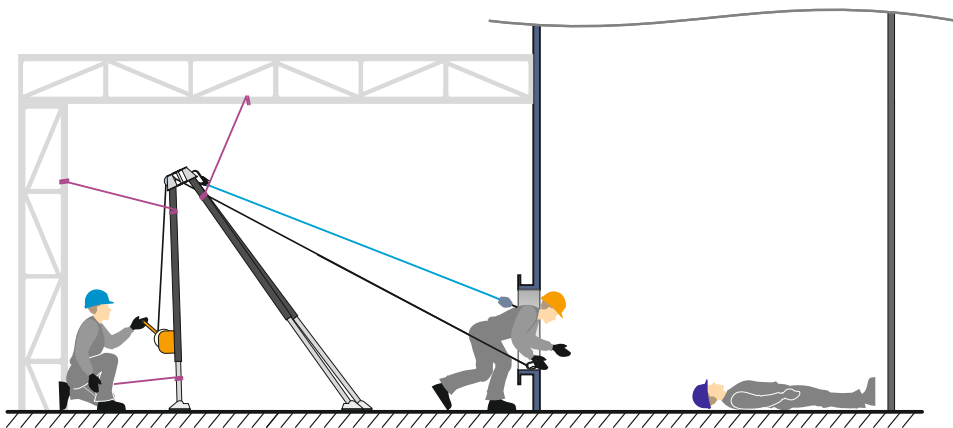

Рис. 16 Спасатель № 1 проникает в ОЗП через боковой люк.
10. Проверить запас воздуха, подготовить СИЗОД для спасателей и пострадавшего. Спасатель № 1 проникает в ОЗП через боковой люк (рис. 16). Добравшись до пострадавшего, в первую очередь надо надеть на него СИЗОД, после чего оказать первую медицинскую помощь и подготовить к эвакуации.